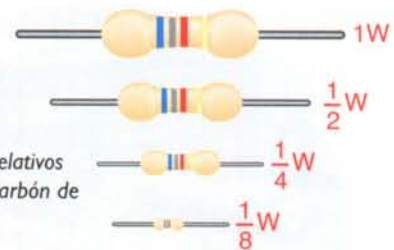

Figura 6.8. Tamaños relativos de las resistencias de carbón de acuerdo a su potencia
**La potencia:** es el trabajo desarrollado por la corriente eléctrica al circular a través de la resistencia, se manifiesta por la emisión de calor y se especifica en vatios. En las resistencias de alambre dicho valor viene especificado sobre el cuerpo del componente, mientras que en las resistencias de carbón la potencia está relacionada con su tamaño físico, así: a mayor tamaño, mayor potencia puede disipar y viceversa. En la **figura 6.8**, se muestran los tamaños relativos para las resistencias de 1/8W, de 1/4W, de 1/2W y de 1W. Para calcular la potencia que debe disipar una resistencia dentro de un circuito y poder hacer la elección correcta, debemos calcularla en función de la corriente que circulará a través de ella y elegir la resistencia inmediatamente superior; por ejemplo: si por una resistencia de 4,7KΩ circula una corriente de 10mA, la potencia disipada será: